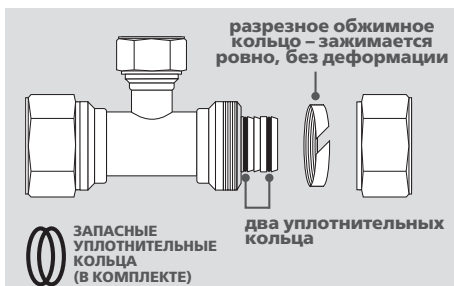

Рис. 1. Конструктивные элементы цангового фитинга
4. Проверить комплектность фитинга, согласно рис. 1.